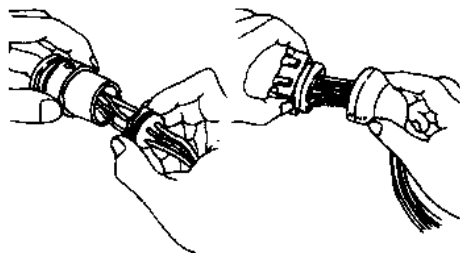

图 2-11 拔下防水橡胶套
(1) 如果插接器为防水式，应小心地取下防水橡胶套 (图 2-11)。